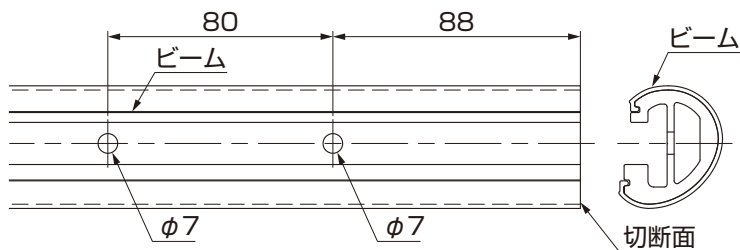

図7-1
- ①ビームスリーブのついていない側の端部を必要な長さに切詰めてください。
- ②切断面から図7-1の寸法位置にφ7の穴加工をしてください。